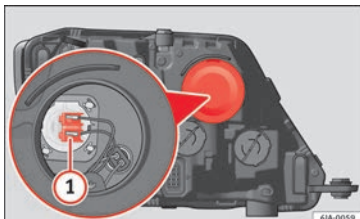

Fig. 91 Substituição da lâmpada dos máximos.
- Extraia o conector » **Fig. 91 ①** puxando para fora.